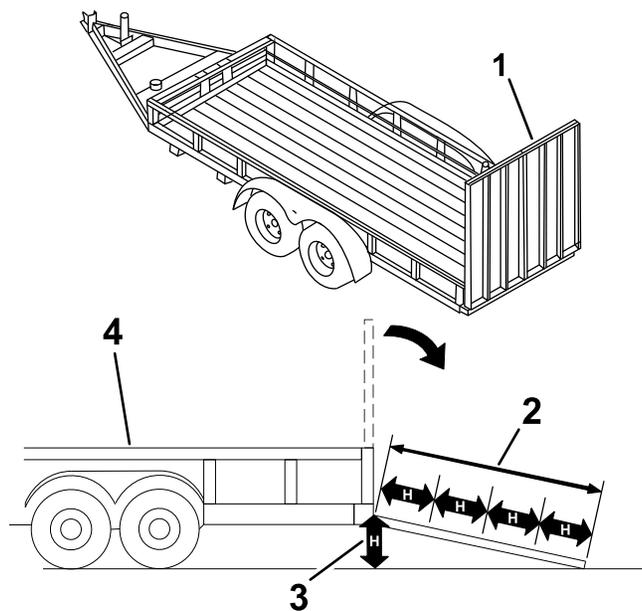

Рисунок 18
При погрузке машины на прицеп или грузовик возникает повышенная вероятность опрокидывания, что может привести к получению тяжелой травмы или гибели (Рисунок 18).
3. Опустите наклонный въезд (Рисунок 18).